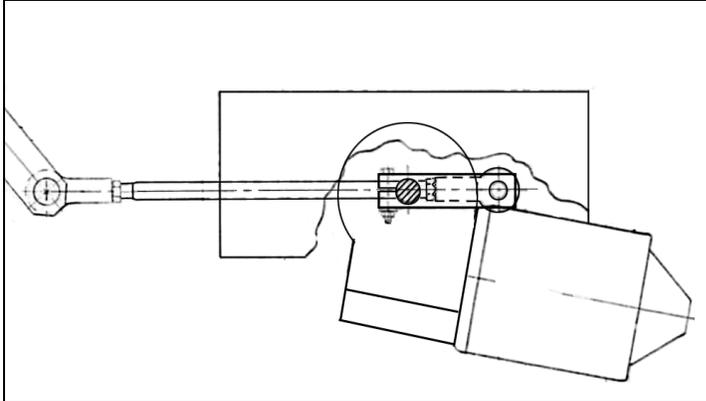

FIGURE 3 : POSITION DE LA BIELLE ET DE LA TIGE D'ENTRAÎNEMENT
11. Réinstaller la bielle d'entraînement sur l'arbre du moteur de façon à ce que les axes de la bielle et de la tige d'entraînement soient parfaitement alignés. La bielle doit être positionnée de façon à ce que son extrémité opposée à l'arbre du moteur soit à sa position la plus éloignée vers la droite (figure 3). Serrer la vis fixant la bielle à l'arbre.